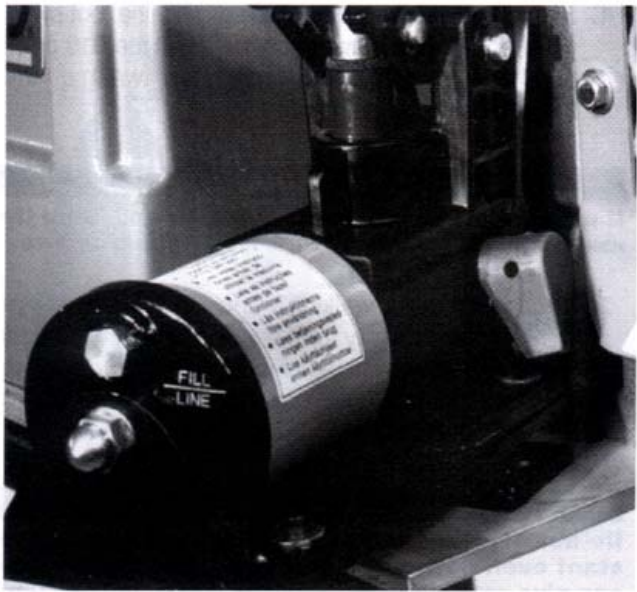

图 9—918 释放杆的闭合，及升起后的辊子组件
- 2. 将泵释放杆放在 **RETURN**（面向操作员）的位置，提起上部开槽辊的外罩（见图 9）。